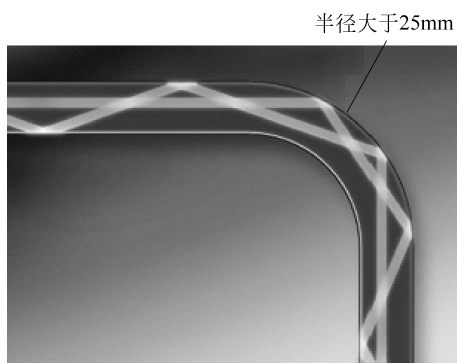

图 3-12 光波在弯曲的光导纤维中的传输
(2) 弯曲的光导纤维。如图 3-12 所示,在弯曲的光导纤维中,通过全反射在纤芯的涂层界面上反射,可以实现光波的正常传输,但光导纤维的曲率不宜过大。